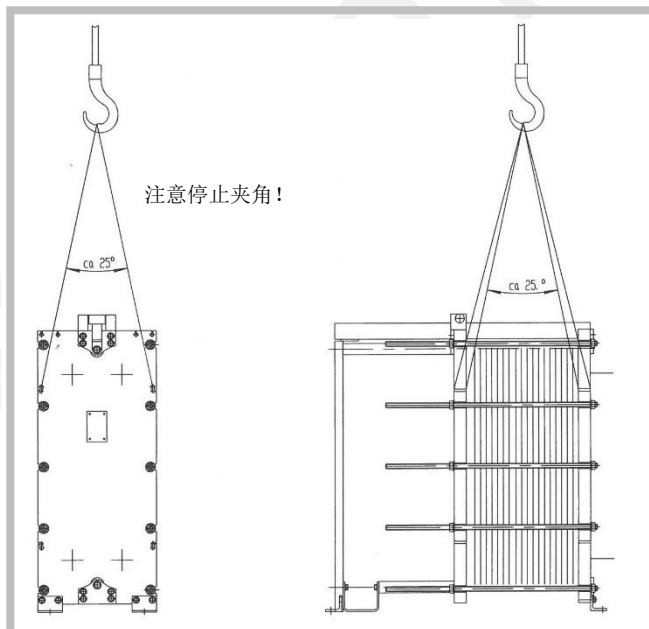

图 28
1. 将合适的吊索连接到机架板上的专用吊耳（图 28）。请勿使用链式吊索。板式换热器可能会损坏并滑落。
3. 确保正确的停止夹角约为 25° （图 28）。
3. 确保正确的停止夹角约为 25°（图 28）。